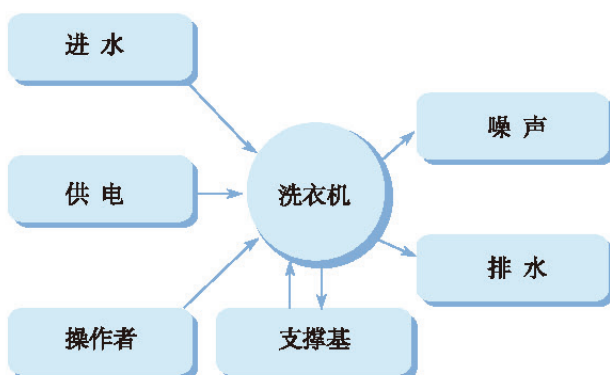

图3-16 洗衣机（系统）与外界环境关系示意图
洗衣机的工作过程，是在客观的外界环境中进行和完成的。图 3-16 表示它和外界环境之间的关系。
(1) 洗衣机工作时与外界环境有哪些关系？你能使用一些技术术语来表达这些关系吗？
(2) 如果给洗衣机注入温水或是很凉的冷水，会给洗衣机的洗涤效果带来哪些影响？试着结合图 3-15 或图 3-16 给予恰当的解释。
(3) 如果电源电压或频率有大幅度的波动，会给洗衣机的工作带来什么影响？